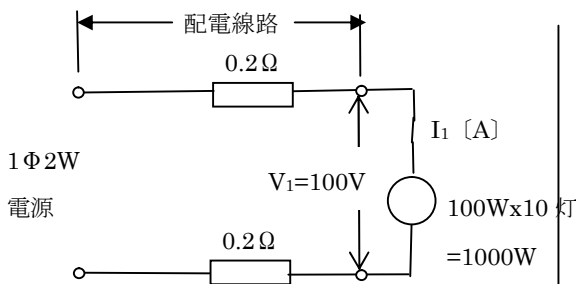
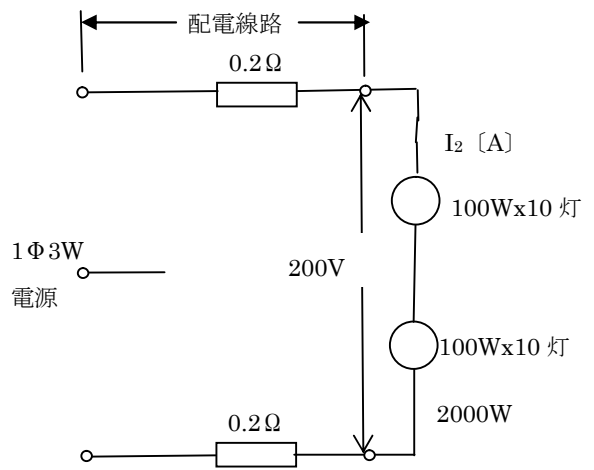

図19-7-1
図19-7-2
- ① スイッチAのみを閉じたときの配電線路状態と
- ② スイッチAとBを閉じたとき配電線路状態を等価な回路に書き直すと、それぞれは次の図19-7-1および図19-7-2のようになる。
この事は中性線電流の流れ方（大きさ・方向）電圧の掛り方を理解していないと難しいが、この配電線路の負荷のインピーダンスの大小関係が同じであることに着目すると、中性線に電流が流れない。すなわち、上記 ロ) の考えにより 図19-7-2 のような等価回路に書き表せる。
線路電力損失 W_{L1} [W] 図19-7-1より、
線路電力損失 W_{L2} [W] 図19-7-2より、